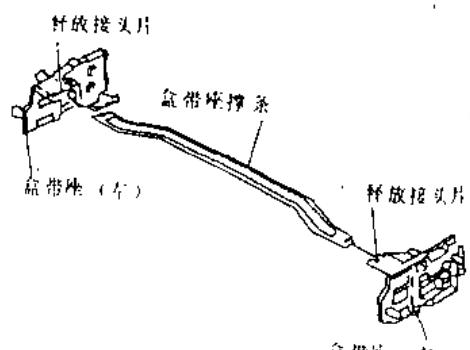

图 1-17
(8) 拆卸盒带座(左/右)
步骤：①释放左右两个盒带座的2个接头片，如图1-17所示。
②分离左右两个盒带座。